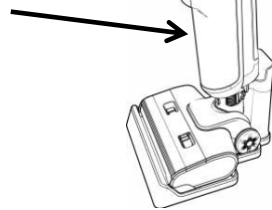

Abb. 9
3. Drücken Sie den Tank hinein, bis er hörbar einrastet (Abb. 9).